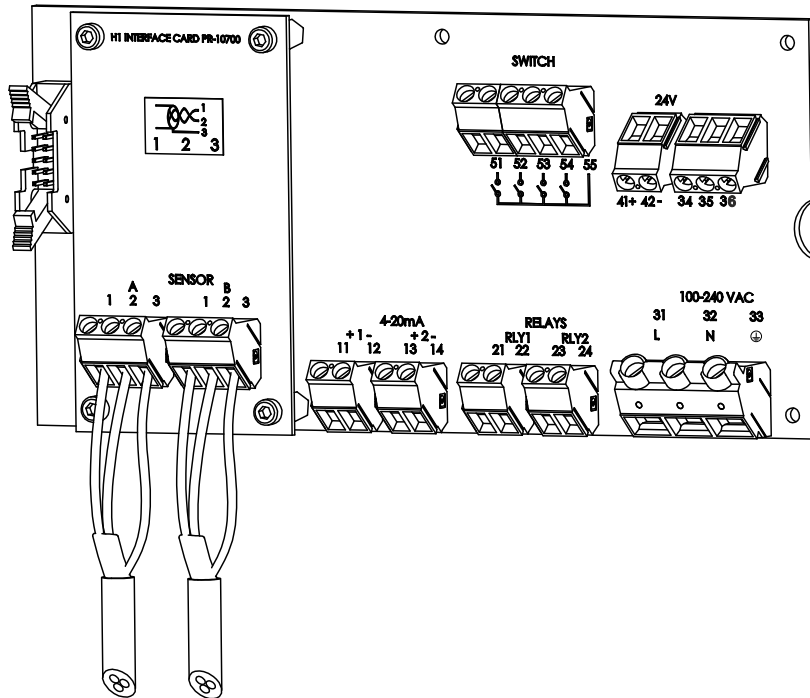

Abbildung 3.7 Das Motherboard des Messumformers
Das Kabel enthält ein Paar verdrehte Signaldrähte (1,2) und eine Kabelabschirmung (3) (siehe Abschnitt 3.3.2 und Abbildung 3.7). Die gelieferte Standardlänge beträgt 10 Meter (33 Feet) Kabel. Die maximale Länge eines Verbindungskabels beträgt 200 m (66 Feet). Die Signaldrähte (1,2) sind austauschbar (nicht polarisiert). Die Kabelabschirmung wird am Messumformer an die Schutz Erde angeschlossen.
Beschreibung der Anschlussklemmen auf der H1 Interface-Karte PR-10701 und dem Messumformer-Motherboard PR-10600 (Abbildung 3.7).
Die primäre Wechsel-Spannung wird an eine separate Anschlussleiste 31/32/33 angeschlossen, die mit der Bezeichnung **POWER** (Netz) an der unteren rechten Ecke des Motherboards (Abbildung 3.7) versehen ist. Die drei Anschlussklemmen sind gekennzeichnet mit: 31/L, 32/N und 33/⊕ (Protective Earth = Schutz Erde). Der Netzanschluss 33/⊕ wird direkt an die freiliegenden Metallteile des DTR angeschlossen.